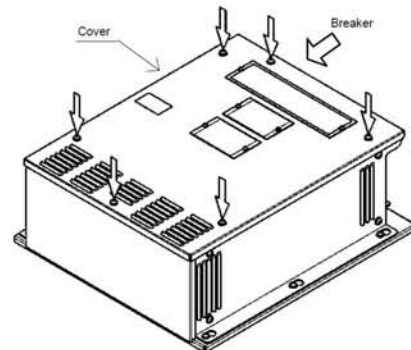

図1 [Fig.1]
- 1) ブレーカが切れていることを確認します。カバーを固定している6つのビスを緩めます。(図1)
Confirm that the circuit breaker of the NTD-2150 MF/HF Transceiver is turned off. Loosen the screw (six places) which is fixing the cover. [Fig.1]